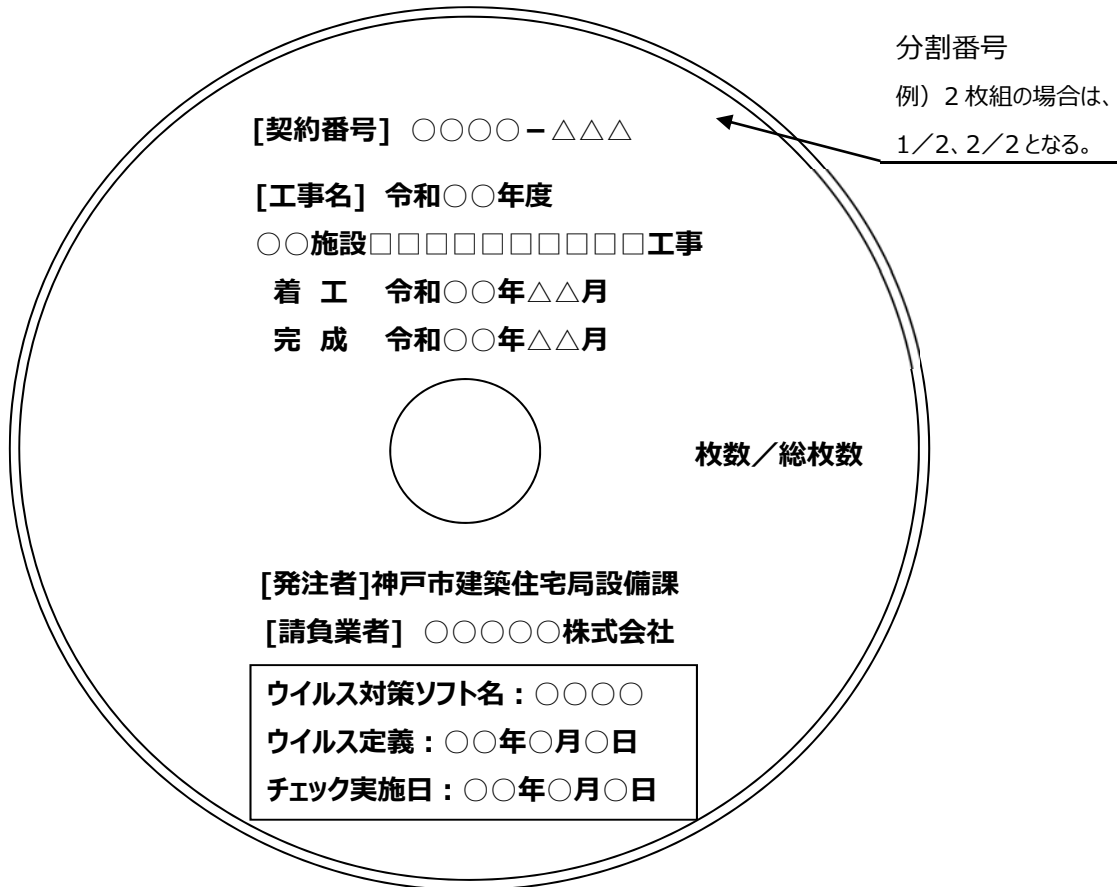

図3 ラベル記入例
- ・完成図面以外の成果品オリジナルデータ、及び①～③以外に特記仕様書に記載するデータがある場合は監督員の指示に従い「その他」フォルダを作成する。
(4) 電子納品媒体の納品
- ① 電子納品媒体の提出部数は、特記による。
- ② 電子納品媒体は、一度しか書き込みのできない形式での納品とする。
- ③ 電子納品媒体は、原則1枚の電子媒体での格納とするが、データ容量が1枚の電子媒体に納まらず複数枚になる場合は、電子納品媒体ラベルに分割番号を記載すること。
- ④ 複数の施設の工事が合併した合併工事等において、施設等毎に異なる電子媒体に格納して納品することとし、次の点に留意すること。
- ⑤ ウイルスチェックを行うこと。
- ⑥ フォーマット形式は CD-R ISO9660 (レベル1)、DVD-R UDF (UDF Bridge) とする。
- ⑦ 電子納品媒体ラベルには、以下の情報を明記する。(図3参照)